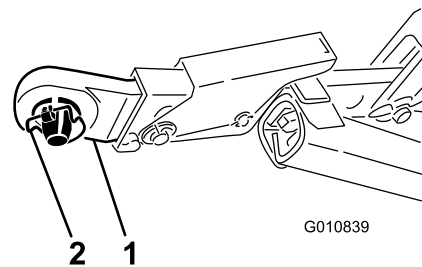
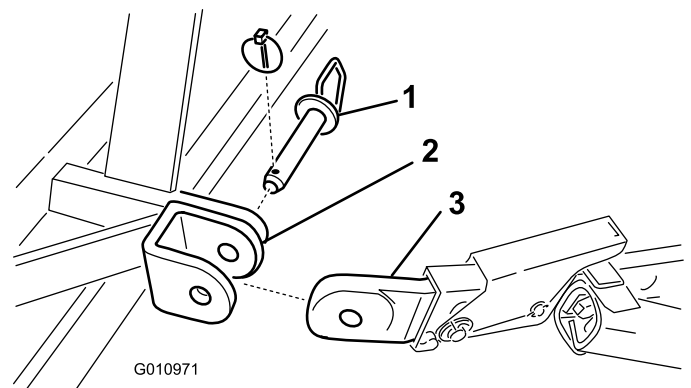

Figura 3
Figura 4
6. Fissate i bracci di attacco inferiori alle staffe di montaggio dell'arieggiatore per mezzo degli acciarini (Figura 3) o dei perni di traino e degli acciarini (Figura 4).